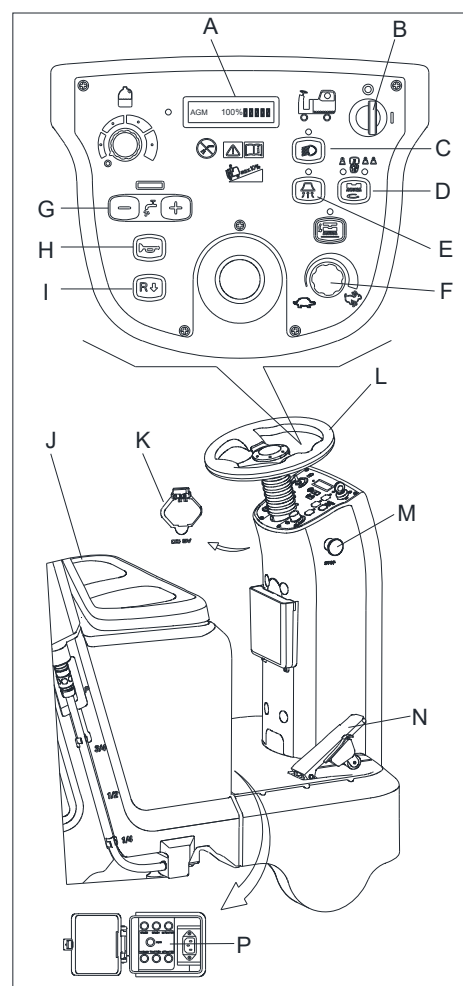

Figura 7
2. Așezați-vă pe scaun (J, Figura 7), inserați cheia (B) și rotiți-o la poziția “I”. Dacă LCD-ul (A, Figura 7) este 100%, bateriile sunt încărcate complet. Dacă LCD-ul (A, Figura 7) este 10%, bateriile necesită încărcare înainte de utilizare. [Vezi capitolele de MENTENANȚĂ pentru încărcarea bateriilor]
3. Apăsați butonul unic de pornire (D, Figura 7) pentru a porni mașina, stropitoarea și periile sunt coborâte automat, motorul de aspirare începe a funcționa.
4. Depresați pedala de accelerație (N, Figura 7), conduceți mașina înainte sau înapoi cu ajutorul volanului (L, Figura 7) împreună cu comutatorul (I, Figura 7) de deplasare înainte/înapoi; puteți ajusta viteza cu ajutorul butonului de ajustare a vitezei (F, Figura 7).
5. Ajustați debitul soluției prin cu butonul de ajustare (G, Figura 7) în funcție de necesitatea de curățare.
6. Puteți să vă încărcați telefonul sau tableta utilizând portul USB de încărcare (K, Figura 7) când cheia (A, Figura
7. Apăsați claxonul (H, Figura 7) pentru a avertiza persoanele în caz de necesitate.
8. După necesitate, apăsați butonul de urgență (M, Figura 7) pentru oprirea de urgență a mașinii.
9. Eliberați pedala de accelerație (N, Figura 7), mașina se va opri din deplasare.
10. Apăsați butonul unic de pornire (D, Figura 7) pentru a opri periile și motorul de aspirare. Periile și stropitoarea sunt ridicate de jos automat. Sistemul de aspirare este stopat după câteva secunde.